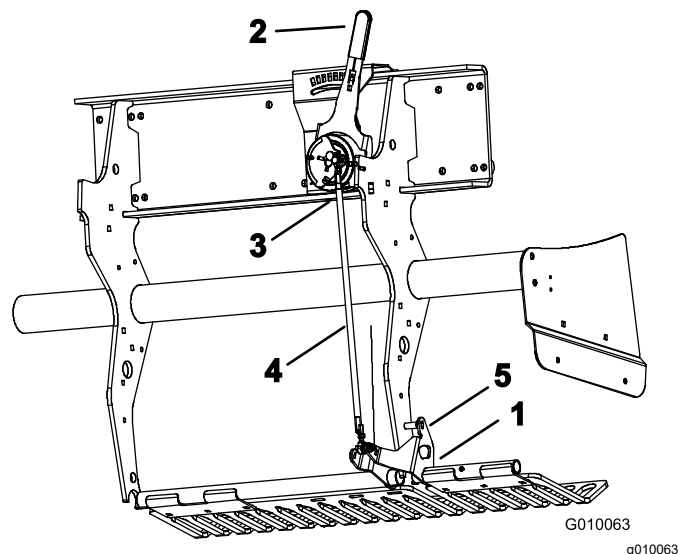

Figura 60
- Rotiți suportul de montare a protecției pentru gazon stânga (Figura 60) în sus până când puteți introduce un tift de blocare, cum ar fi o tijă sau un urub de foraj de 8 mm, între suport și tubul de reglare a adâncimii sudat pe cadru.
- Deplasați maneta pentru adâncimea dinilor (Figura 60) la setarea H (adâncime maximă).
- Deconectați comutatorul exterior cu bilă (Figura 60) de la cabluri (comutator coborâre cap).
- Slăbiți contrapiuliile (stânga și dreapta) de pe tija de reglare a adâncimii (Figura 60).